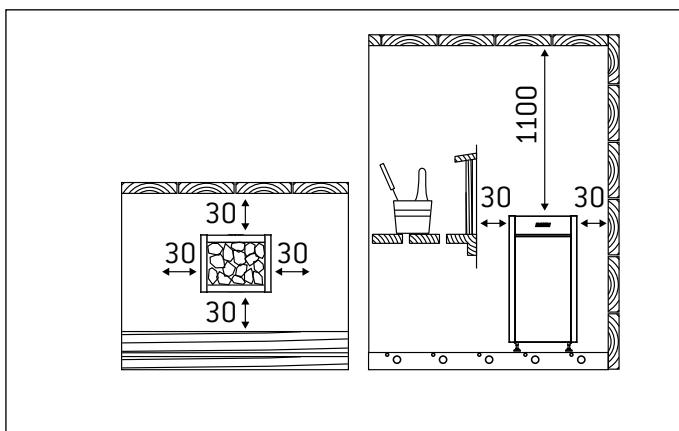

Рисунок 5. Расстояния безопасности (все размеры приведены в миллиметрах)
- При расположении каменки выполняются условия минимальных расстояний, изображенных на рис. 5 и указанных в таблице 2.
Минимальные безопасные расстояния показаны на рис. 5. **При установке каменки обязательно соблюдение указанных значений. Несоблюдение указанных значений влечет за собой риск возгорания.**
При установке вокруг каменки защитного ограждения должны соблюдаться минимальные безопасные расстояния, приведенные на рис. 5 либо в инструкции по установке ограждения.